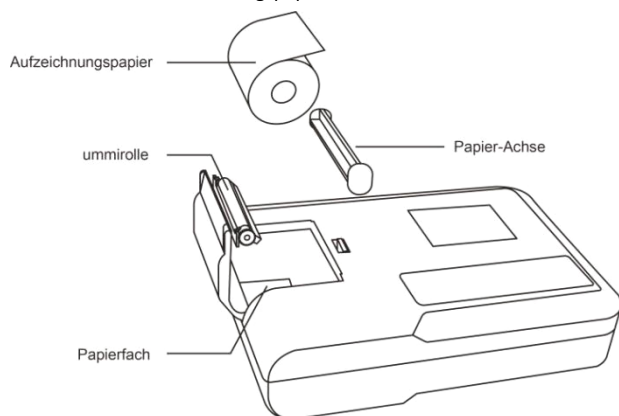

Abbildung 6-1 Auffüllen von Aufzeichnungspapier
1. Wie in Abbildung 6-1 dargestellt, drücken Sie auf die Abdeckung des Papierfachs, diese springt automatisch auf, nehmen Sie die Papierachse heraus und stecken Sie sie wie in der Abbildung gezeigt in das Aufzeichnungspapier ein. Die gerasterte Seite des Papiers sollte nach unten zeigen. Legen Sie es dann an der ordnungsgemäßen Position im Papierfach ein und drücken Sie die Gummiwalze auf das Aufzeichnungspapier.